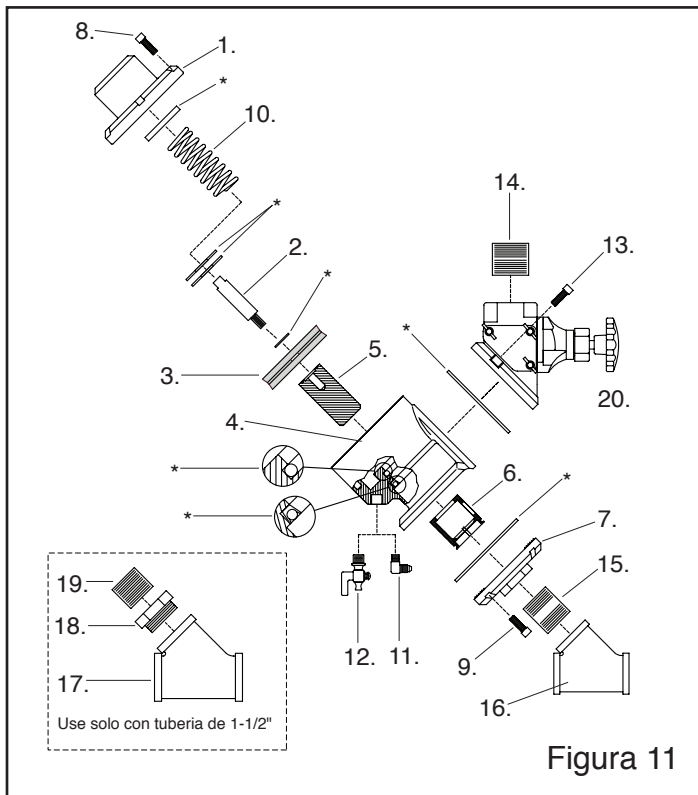

Figura 11
6.4 Actuador AQV-H Auto Quantum, Figura 11